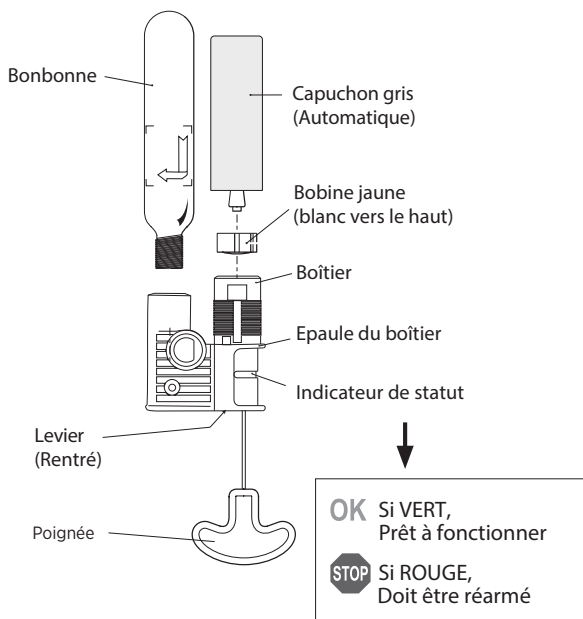

FIGURE 7 MD2021 MODE AUTOMATIQUE
5. **IMPORTANT!** La bobine jaune doit être installée dans le mécanisme de gonflage le côté blanc vers le haut (Fig. 7). Alignez les rainures de la bobine avec les pattes du boîtier de la bobine et elle glissera en place.
1. Ouvrez le compartiment du système de gonflage et exposez le mécanisme de gonflage. (Fig. 7).
7. **IMPORTANT!** La bobine jaune doit être installée dans le mécanisme de gonflage le côté blanc vers le haut (Fig. 7). Alignez les rainures de la bobine avec les les pattes du boîtier de la bobine et elle glissera en place.
11. Examinez l'indicateur de statut (Fig. 7) et assurez-vous qu'il est VERT. Si l'indicateur est rouge, le mécanisme a été activé ou n'est pas armé correctement et doit être réarmé.